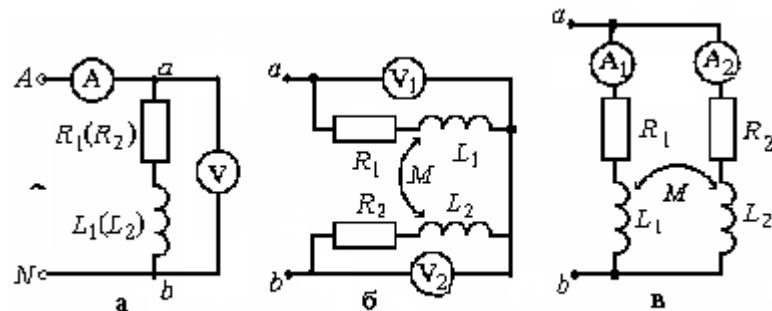

Рис. 4.1
В работе используется электрическая цепь, схема которой показана на рис. 4.1. По ходу работы в схеме изменяется ее правая часть (между точками  $a$  и  $b$ ). Левая же часть, содержащая источник и амперметр, остается неизменной. На зажимы цепи подается фазное синусоидальное напряжение трехфазного источника с  $f=50$  Гц (на рис. 4.1 эти
2. Собрать схему, показанную на рис. 4.1, а. Провести измерения, поочередно подключая каждую из катушек к зажимам  $ab$ . Рассчитать параметры катушек  $z$ ,  $X$ ,  $L$  по формулам (1), приведенным в разделе
3. Собрать схему с последовательным соединением катушек (рис. 4.1, б). Провести измерения при их согласном и встречном включениях. Показания приборов внести в табл. 4.3. Сюда же записать значение напряжения  $U$  из табл. 4.2.
6. Собрать цепь с параллельным соединением катушек (рис. 4.1,в) и записать показания приборов при встречном и согласном включении в табл. 4.5. Сюда же записать значение напряжения  $U$  из табл. 4.2.